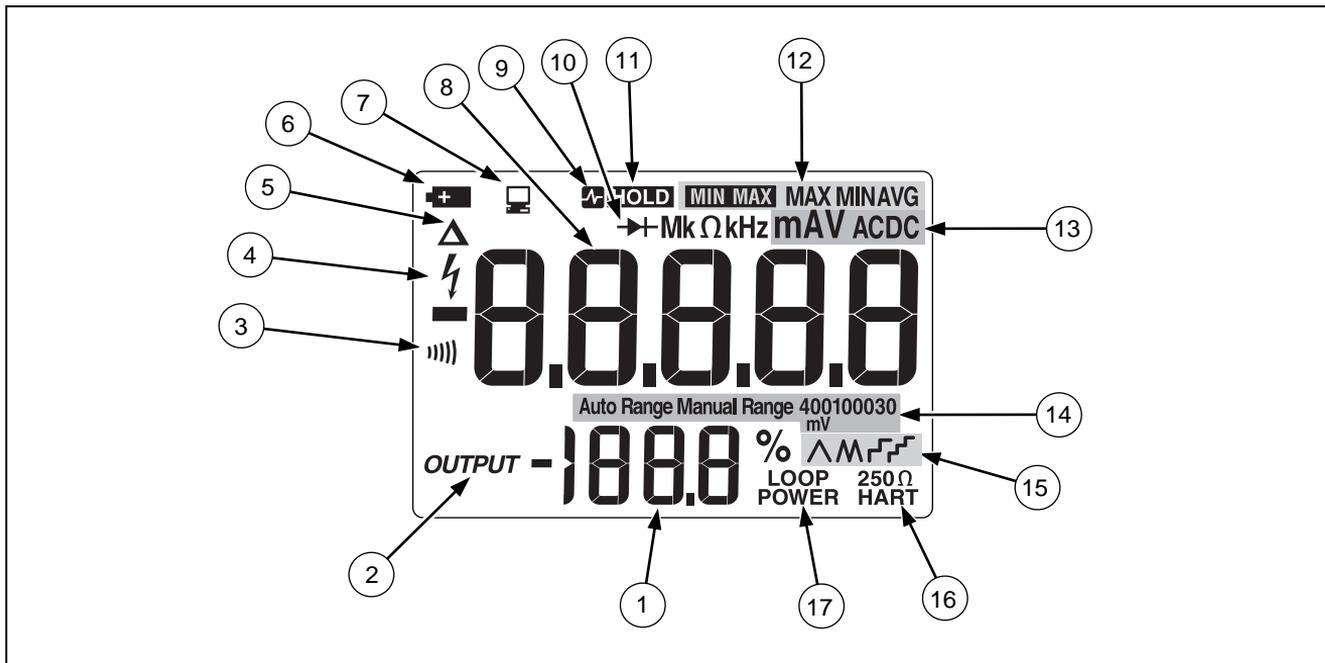

Figura 6. Elementos de la pantalla
- La figura 6 y la tabla 7 explican qué es lo que indican cada uno de los elementos de la pantalla.